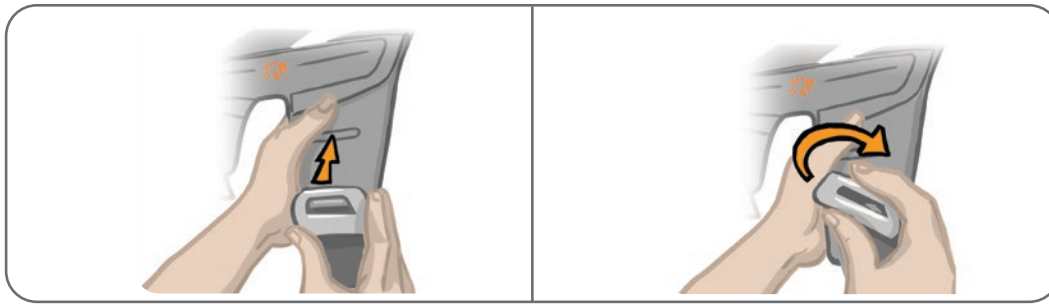

Ilustración 11-13: Cómo volver a sujetar las correas de muslo
2. Empuje con el pulgar la hebilla hacia la correa (hacia fuera respecto a la banda del muslo). Consulte la ilustración 11-13. La hebilla de la correa encajará en el enganche del panel de la banda del muslo.